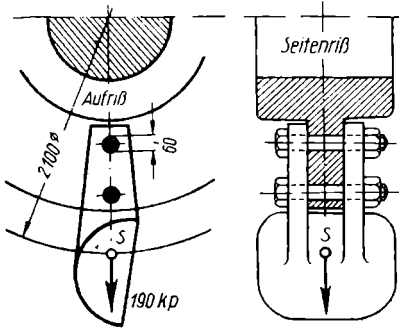

Bild 58
81. Die **Schaufeln** einer **Freistrahlturbine** von 9000 PS sind nach Bild 58 mit je zwei Schraubenbolzen von 60 mm Durchmesser am Laufrade befestigt. Eine Schaufel wiegt 190 kp; ihr Schwerpunkt *S* bewegt sich auf einer Kreisbahn von 2100 mm Durchmesser mit 480 U/min um die waagerechte Drehachse. a) Wie groß ist die Fliehkraft einer Schaufel? b) Welche Schubspannung wird durch die Fliehkraft und das Gewicht der Schaufel in den beiden Befestigungsbolzen erzeugt unter der Annahme, daß die vier beanspruchten Querschnitte der genau eingepaßten Bolzen gleichmäßig tragen?